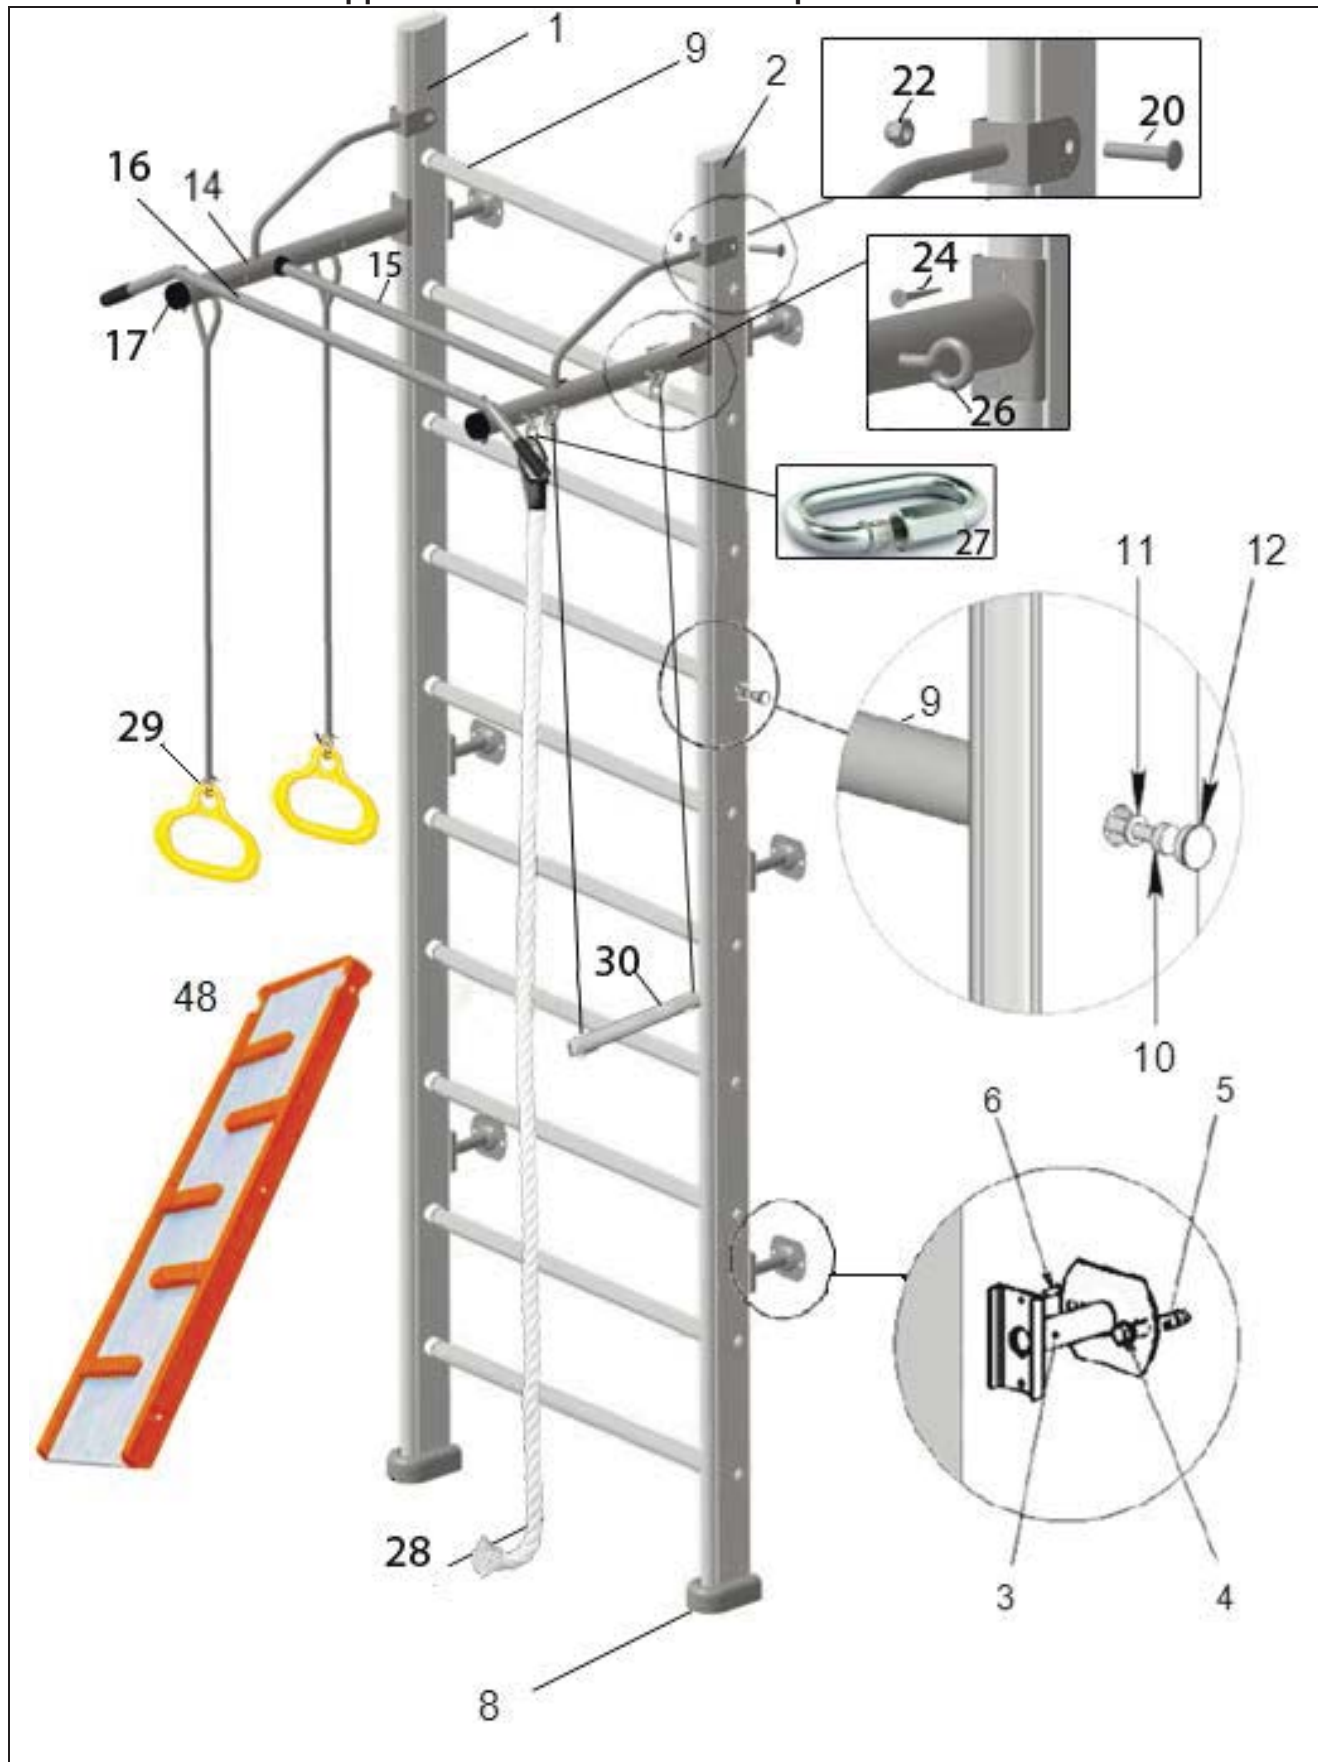
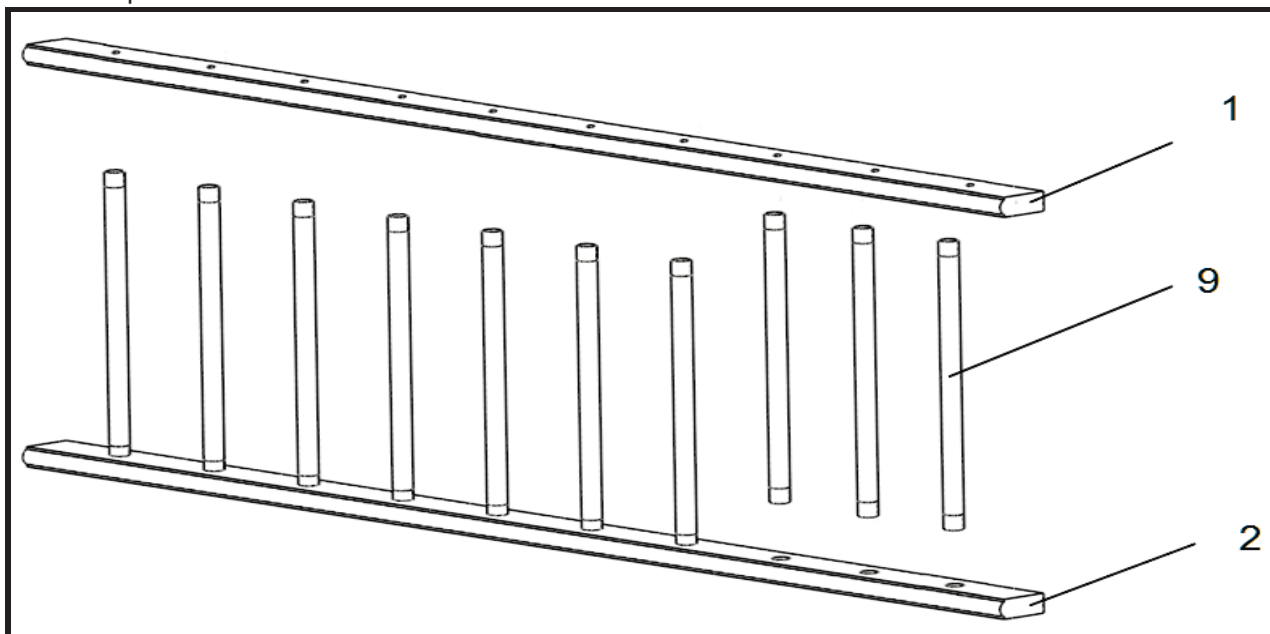

Рисунок 1
Рисунок 2
4.1.3. Вставить ступени-поперечины (№9) в соответствующие отверстия стоек (№1, №2) (рисунок 2). С помощью саморезов (№10) и шайб (№11) закрепить поперечины к стойкам. Установить заглушки (№12) (рисунок 1).